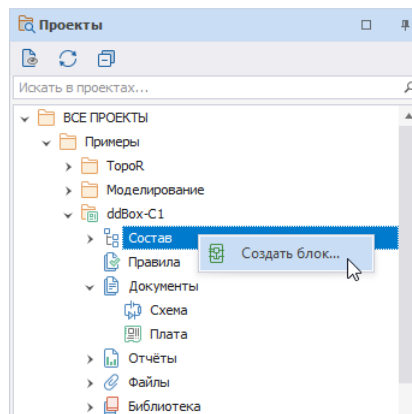

Рис. 241 Выбор активного проекта и создание блока
1. Выбрать проект на панели «Проекты» и перейти к узлу «Состав» см. Рис. 241.
2. Вызвать контекстное меню с узла «Состав» и выбрать пункт «Создать блок...», см. Рис. 241.